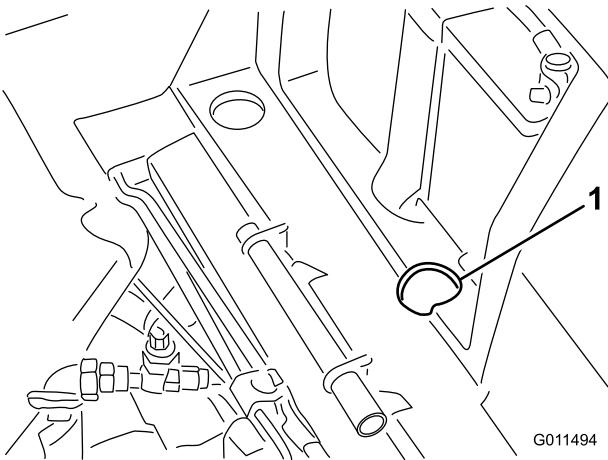

Figure 31
- Soulevez le siège et enlevez le couvercle de la batterie. La vanne de dérivation se trouve devant la batterie (Figure 31).